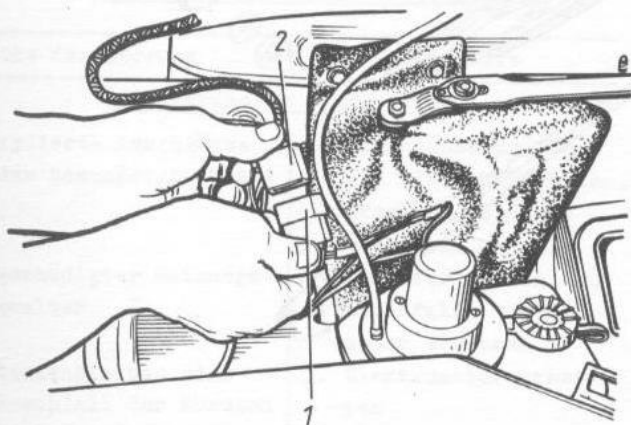

Bild 7-47. Trennen der Steckverbindungen:
- Kabel von Plusklemme der Batterie trennen und Steckerbuchse 2 (Bild 7-47) des Elektromotors des Scheibenwischers von Steckbuchse 1 des Leitungsbündels trennen;